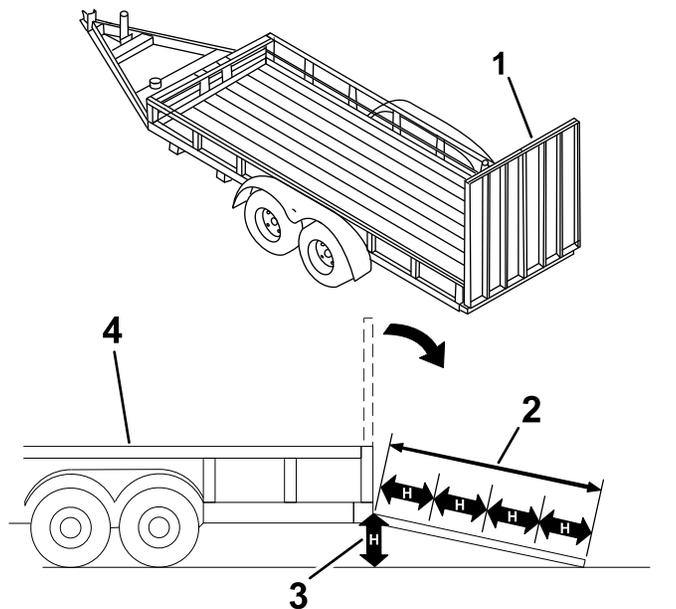

Рисунок 37
3. Опустите наклонный въезд (Рисунок 37).